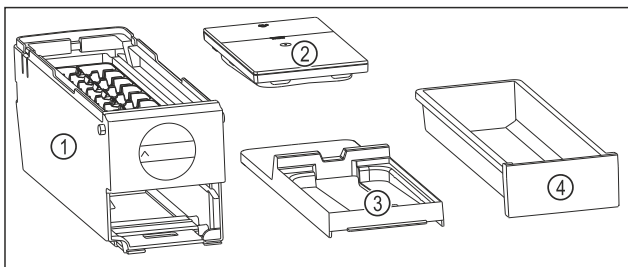

Fig. 80 Componenti dell'EasyTwist-Ice
- ▷ L'EasyTwist-Ice è scomposto in quattro parti. (vedere Fig. 80)
- ▶ Smontare l'EasyTwist-Ice scomponendo solo gli elementi rappresentati in figura. (vedere Fig. 80)
- ▶ Pulire l'intero corpo dell'EasyTwist-Ice Fig. 80 (1).